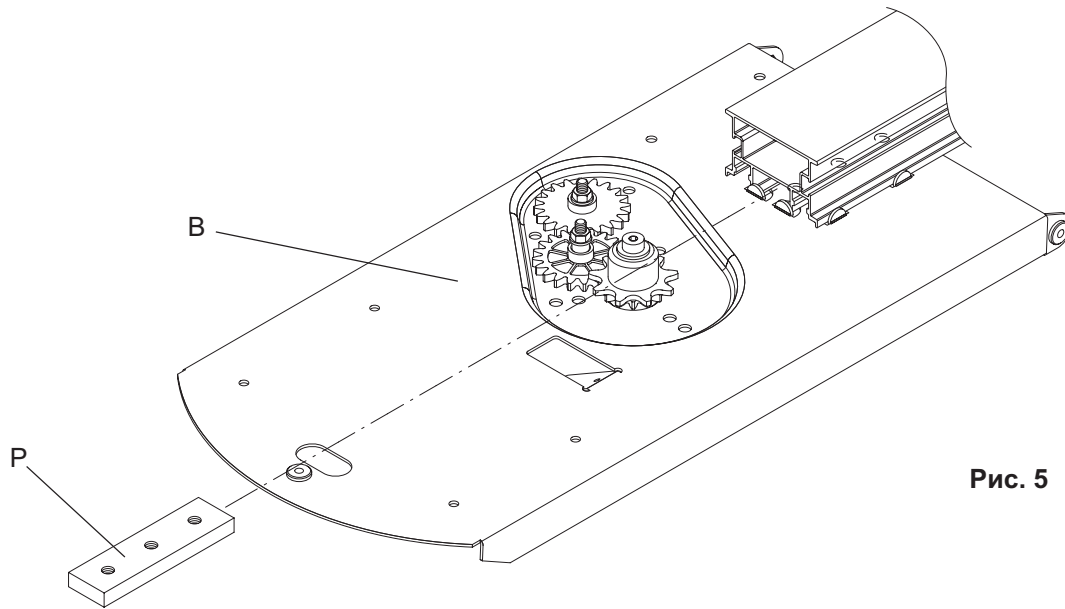

Рис. 5
- с) Вставить пластину Р в алюминиевый профиль до совпадения отверстий в пластине с отверстиями в базовой плате В (Рис. 5).